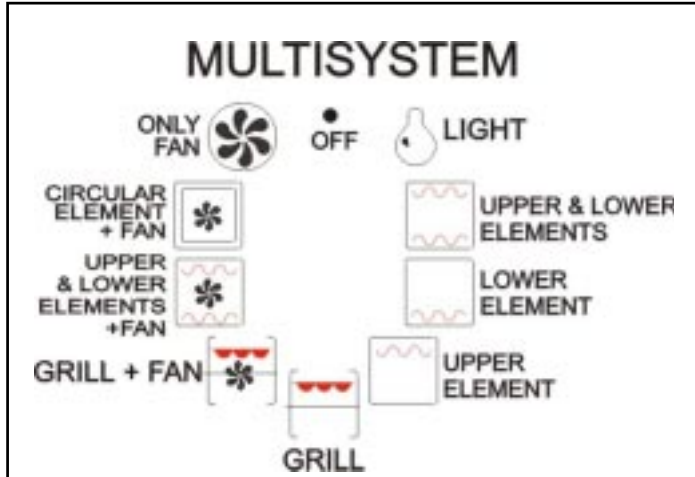

Fig. 6
- All'interno del forno (HX-234) si trovano 3 resistenze ed un grill. Ogni singola resistenza ha un wattaggio molto elevato. Il selettore consente di stabilire diversi tipi di cottura che si adattano alle più svariate esigenze (fig. 6). Il grill permette di rosolare, gratinare e grigliare gli alimenti.